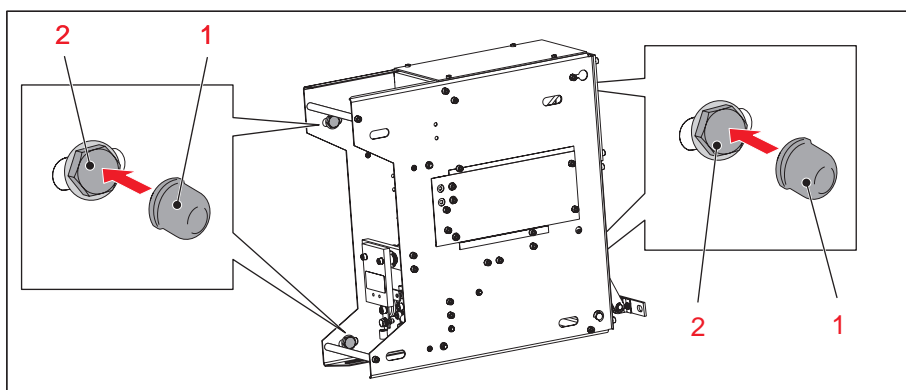
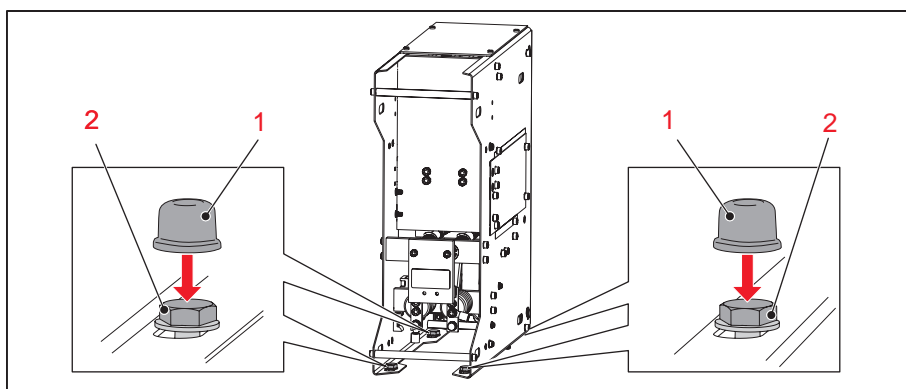

Bild 10: Klemmkappen anbringen (bei Montage an Seitenwand)
Bild 11: Klemmkappen anbringen (bei Montage aufrecht stehend auf dem Boden)
1. Die im Beipack enthaltenen 4 Klemmkappen (1) an der Innenseite mit Klebstoff versehen und auf die Schraubenköpfe (2) der 4 Befestigungsschrauben aufstecken, siehe **Bild 10** und **Bild 11**.